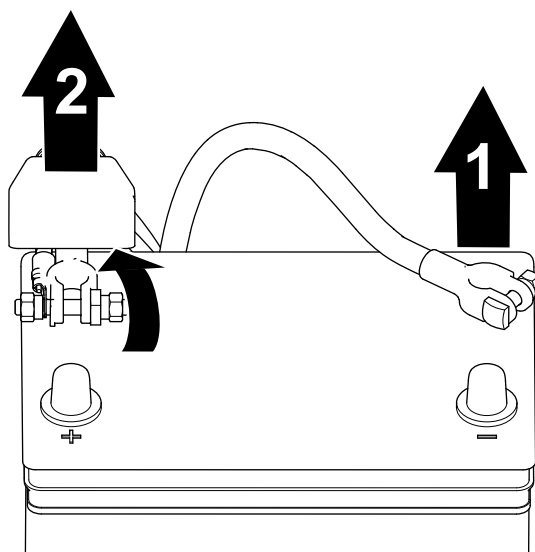

Рисунок 87
1. Отсоедините отрицательный кабель аккумулятора от штыря аккумулятора (Рисунок 87).
2. Снимите изолирующий колпачок и отсоедините положительный кабель аккумулятора от штыря аккумулятора (Рисунок 87).